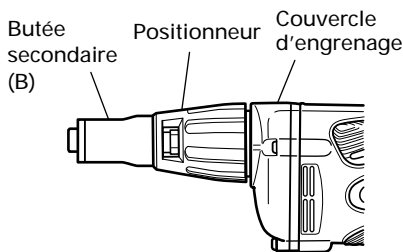

Fig. 3
7. Réglage de la profondeur de serrage (Fig. 3)